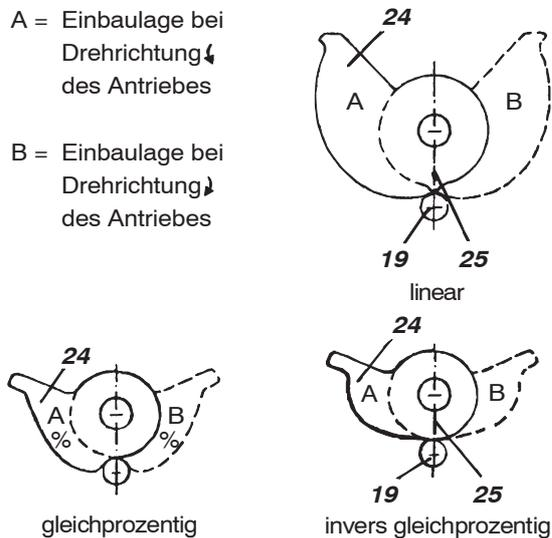
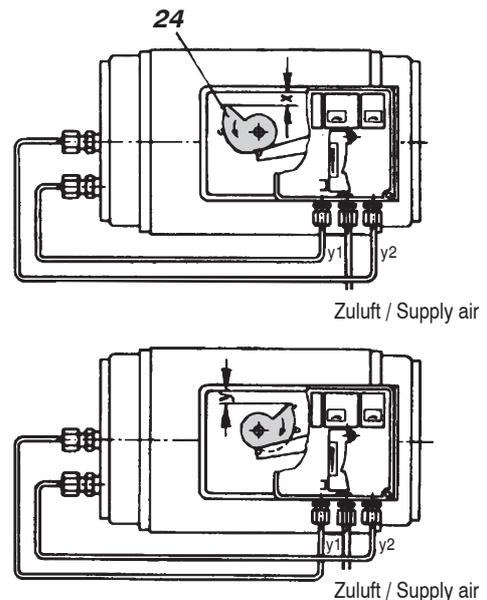
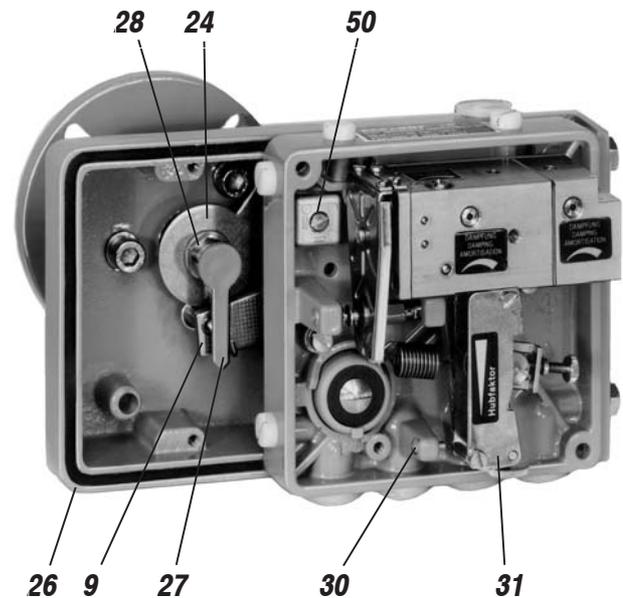

Abb. 20: Einbaulagen der Kurvenscheiben
Abb. 21: Schwenkantrieb mit Anbausatz für Schwenkbewegungen und doppelwirkendem Stellungsregler
Abb. 25: Anbausatz für Schwenkbewegungen und Stellungsregler
- d) Kurvenscheibe **24** entsprechend der Schwenkrichtung des Antriebes montieren (siehe Abb. 20). Die lineare Kurvenscheibe wird dabei so an die Anschlusswelle geschraubt, dass das Maß x bzw. y (Abb.21) = 2 mm beträgt, wogegen bei der gleichprozentigen Kurvenscheibe das Maß x ≈ 17,5 mm und das Maß y ≈ 21,5 mm betragen muss. Bei der inversen, gleichprozentigen Kurvenscheibe sind die Maße x ≈ 18 mm und y ≈ 23 mm. Bei Verwendung der gleichprozentigen und der invers gleichprozentigen Kurvenscheibe ist die Messfeder 420 493 013 (enthalten im Messfedernsatz FESG-FN) in den Stellungsregler einzubauen.
Stellungsregler an das Gehäuse des Anbausatzes anschrauben (siehe Abb. 25). Bei linearer Kurvenscheibe und bei inverser, gleichprozentiger Kurvenscheibe prüfen, ob die Markierung **25** auf die Mitte der Abtastrolle **19** hin zeigt (siehe Abb. 20), ggf. korrigieren.
Stellungsreglerausgänge vertauschen (siehe Abb. 21) und Kurvenscheibe wenden.